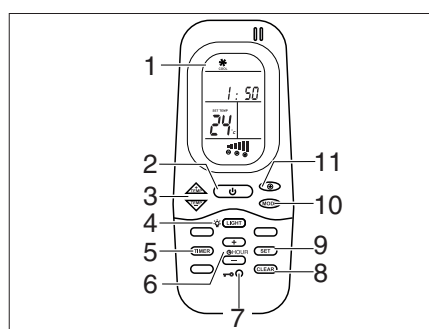
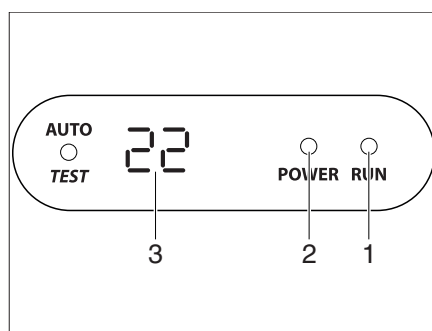

Bild 305 Fjärrstyrning
Bild 306 Display på diffusorn
Klimatanläggningen är monterad på fordonets tak. Fjärrstyrningen (Bild 305) för klimatanläggningen finns i köket.
- Anslut fordonet till 230 V-försörjningen. Klimatanläggningen är driftklar. Lysdioden (Bild 306,2) på diffusorns display lyser röd.
- Tryck på På-/Avslagningsknappen (Bild 305,2) på fjärrstyrningen för att starta. Lysdioden (Bild 306,1) lyser grön när klimatanläggningen arbetar med kylning. Lysdioden (Bild 306,1) lyser röd när klimatanläggningen arbetar med uppvärmning.
- Ställ in önskat driftläge med knappen MODE (Bild 305,10).
- Ställ vid behov in önskat fläktsteg med knappen (Bild 305,11) och rumstemperaturen med knapparna (Bild 305,3).
- Tryck på På-/Avslagningsknappen (Bild 305,2) på fjärrstyrningen för avslagning.
- Starta med På-/Avslagningsknappen (Bild 305,2) på fjärrstyrningen för att programmera klimatanläggningen.
- Tryck på knappen TIMER (Bild 305,5). ON-indikeringen för starttiden aktiveras.
- Ställ klockan med knapparna TEMP (+/-) (Bild 305,3).
- Tryck på knappen TIMER (Bild 305,5) igen. OFF-indikeringen för starttiden aktiveras.
- Tryck på knappen TIMER (Bild 305,5) igen.
- Tryck på knappen SET (Bild 305,9) i slutet av inställningen.
- Tryck på knappen CLEAR (Bild 305,8) för att radera timer-programmeringen.